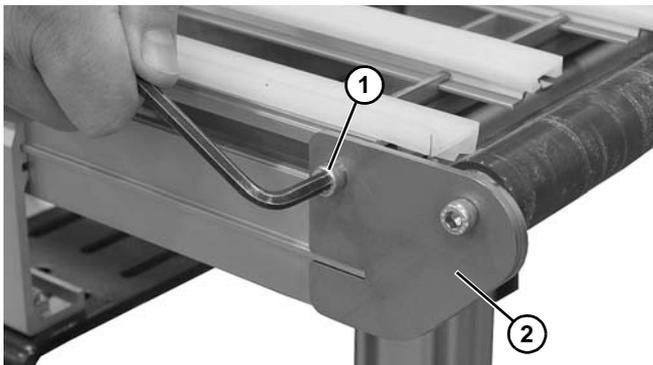

Figure 58
1. Sur les deux côtés du convoyeur, retirer les vis de fixation (**Figure 58, élément 1**).
2. Retirer le rouleau de retour (**Figure 58, élément 2**) du convoyeur.